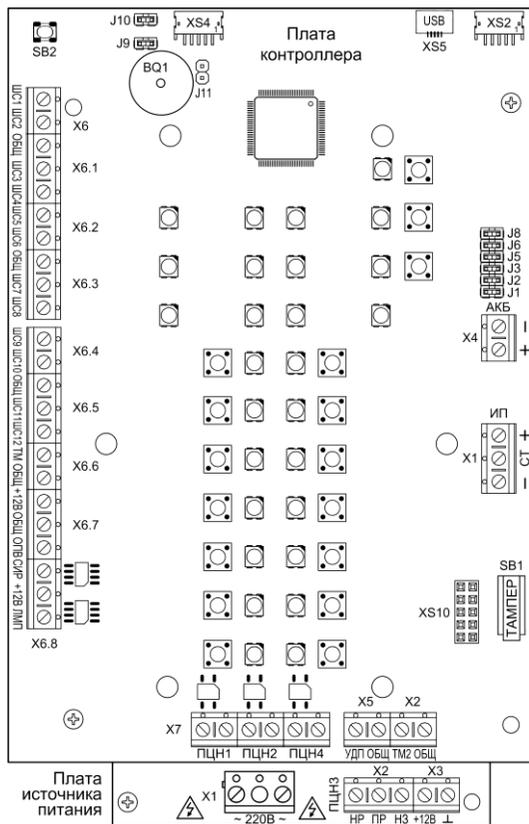

Рис.1 Плата контроллера Гранит-12 (вид со снятой панелью индикации и управления) и плата источника питания (видимая часть)
Прибор состоит из корпуса и съёмной крышки. В корпусе расположена плата контроллера, плата источника питания (рис.1) и плата IP регистратора, подключенная к плате контроллера жгутом САОП.685621.046. На плате контроллера установлена панель индикации и управления (рис.2).
3.1 На плате контроллера (рис.1) расположены следующие элементы:
3.3 На плате источника питания (рис.1) расположены следующие элементы: